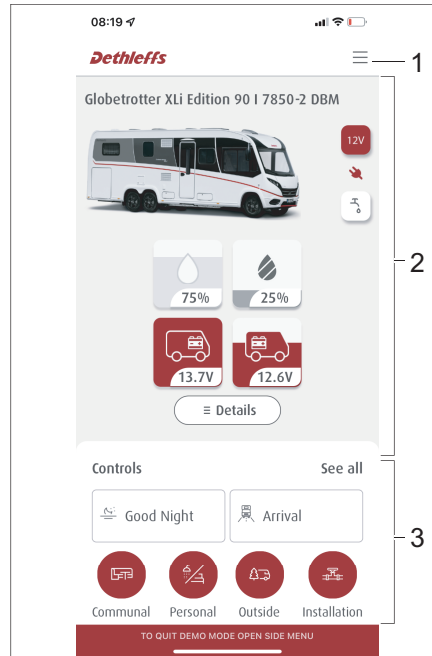

Bild 279 Dethleffs Connect-appens struktur
- Menyområde (Bild 279,1)
- Information om fordonet (Bild 279,2)
- Området för hantering och scenarior (Bild 279,3)